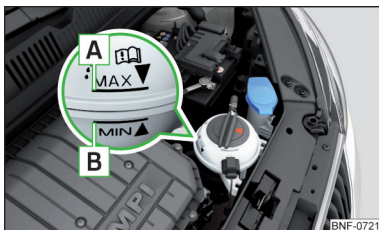

Fig. 110
Verificarea nivelului lichidului de răcire - lichidul de răcire trebuie să se situeze între marcajele **A** și **B** » **fig. 110**. Dacă nivelul lichidului de răcire se află sub marcajul **B**, completați cu lichid de răcire.
Specificația lichidului de răcire este menționată pe vasul de expansiune a lichidului de răcire » **fig. 110**.
- Nu adăugați lichid de răcire deasupra marcajului **A** » **fig. 110**. Lichidul de răcire ar putea fi scos din sistemul de răcire atunci când se înfierbântă - pericol de avariere a componentelor din compartimentul motor.